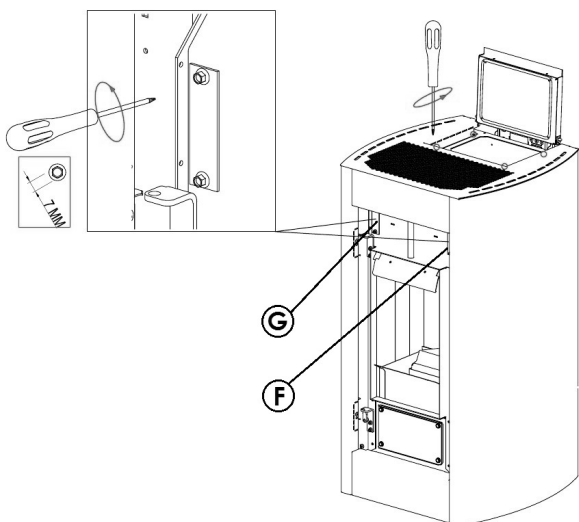

Fig. 88 - Retrait des plaques
- Quand le poêle est froid, ouvrir la porte, retirer la plaque « F » en enlevant les deux vis (voir **Fig. 88**).